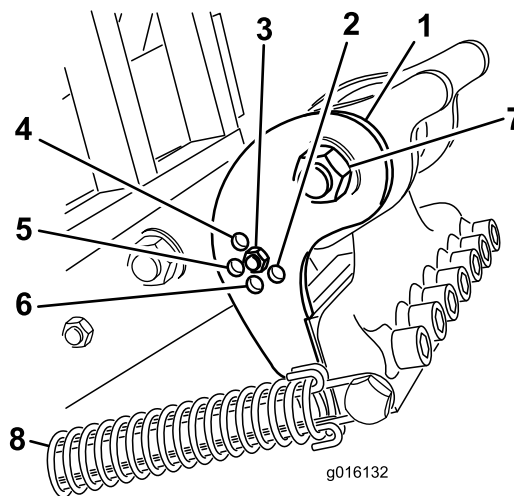

Figura 38
Ajuste la posición de la pletina de ajuste de la inclinación (Figura 38) según la longitud de los taladros a utilizar. El tope del cabezal se ajusta a una de cinco posiciones predeterminadas, seleccionando el taladro en el que se atornilla la varilla de ajuste. Estas posiciones son simplemente las predeterminadas; se puede obtener un acabado más liso usando un taladro de 10" (25,4 cm), por ejemplo, en la posición de 12" (30,48 cm), dependiendo de la aplicación concreta.
3. Desconecte el muelle tensor del cabezal de taladros (Figura 38).
4. Retire el perno y la tuerca de los taladros de la pletina de ajuste de la inclinación (Figura 38).